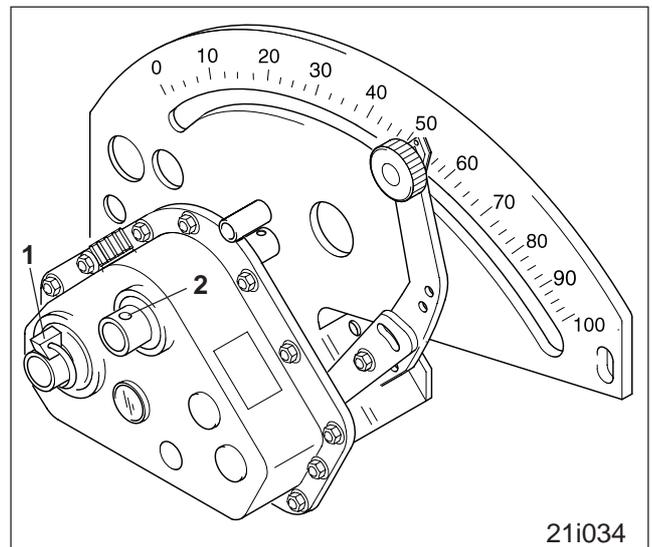

Fig. 22.2
- Klappstecker (Fig. 22.2/1) aus der Bohrung (Fig. 22.2/2) der Getriebehohlwelle herausziehen und, wie dargestellt, in die Bohrung der Nebenwelle stecken. Der Antrieb der Rührwelle ist dann unterbrochen.